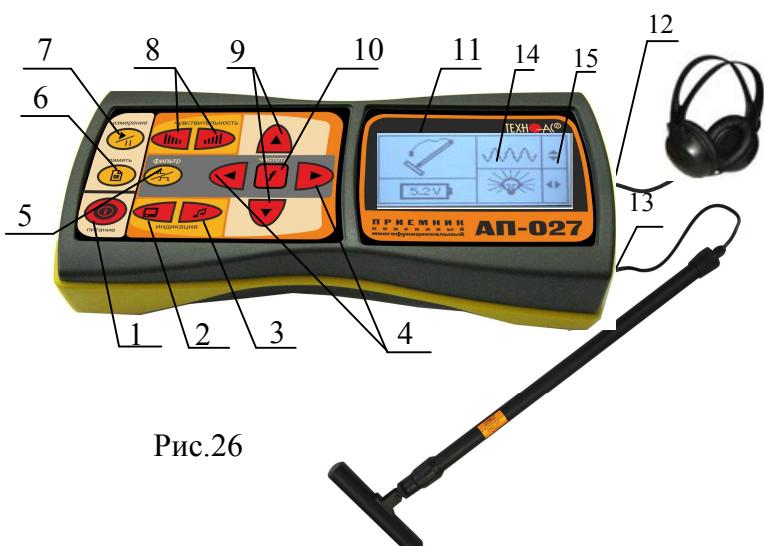

Рис.26
- Включить питание приемника АП-027 кнопкой ① поз.1 рис. 26.
- выбрать вид принимаемого сигнала сигнал «непрерывный » или «импульсный », в зависимости от режима заданного на генераторе (любой из кнопок  $\Delta/\nabla$  поз.9 рис.26., см. подсказку поз.15 рис.26)
- установить необходимый уровень подсветки индикатора приемника, используя для этого кнопки  $\blacktriangle/\blacktriangleright$  поз.4 рис.26 (см. подсказку).
- Выбрать частоту, установленную на генераторе кнопками  $\blacktriangle/\blacktriangleright$  поз.4. рис.26 (см. подсказку)
- установить комфортную громкость звука в телефонах поз.2 рис.27, для этого нажать на кнопку режима звуковой индикации поз.3 рис.26 и отрегулировать громкость кнопками  $\blacktriangle/\blacktriangleright$  поз.4. рис.26 (если кнопки не используются для регулировки фильтра).
- Установить уровень входного сигнала кнопками «чувствительность» и поз.8 рис. 26 по индикатору «узкая шкала» (предпочтительно на 50...70% от максимума) поз.3 рис. 27.
- установить необходимый коэффициент усиления множителем « $\times 1/2/4/8$ » нажимая на кнопки  $\Delta/\nabla$  поз.10 рис.26.